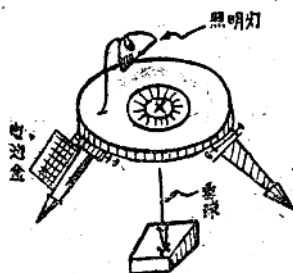

图 6
①引点量距板：如图6所示，用一块圆板，在中间开一约4厘米的圆孔，中间轴心上刻有十字，下中心悬有垂球，以活动板可以左右移动，使能微动对标石中心，对准后固定之。在圆板上安有照明设备及电池，为了不妨碍量距工作，可放在脚下。圆板用三个脚撑住，高度约3分米。